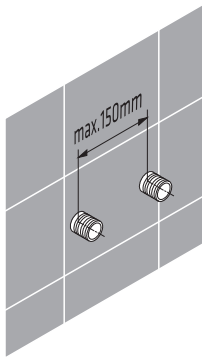

Fig.1
- Dispor as tomadas de água quente e fria a uma distância aproximada das especificadas (Fig.1);